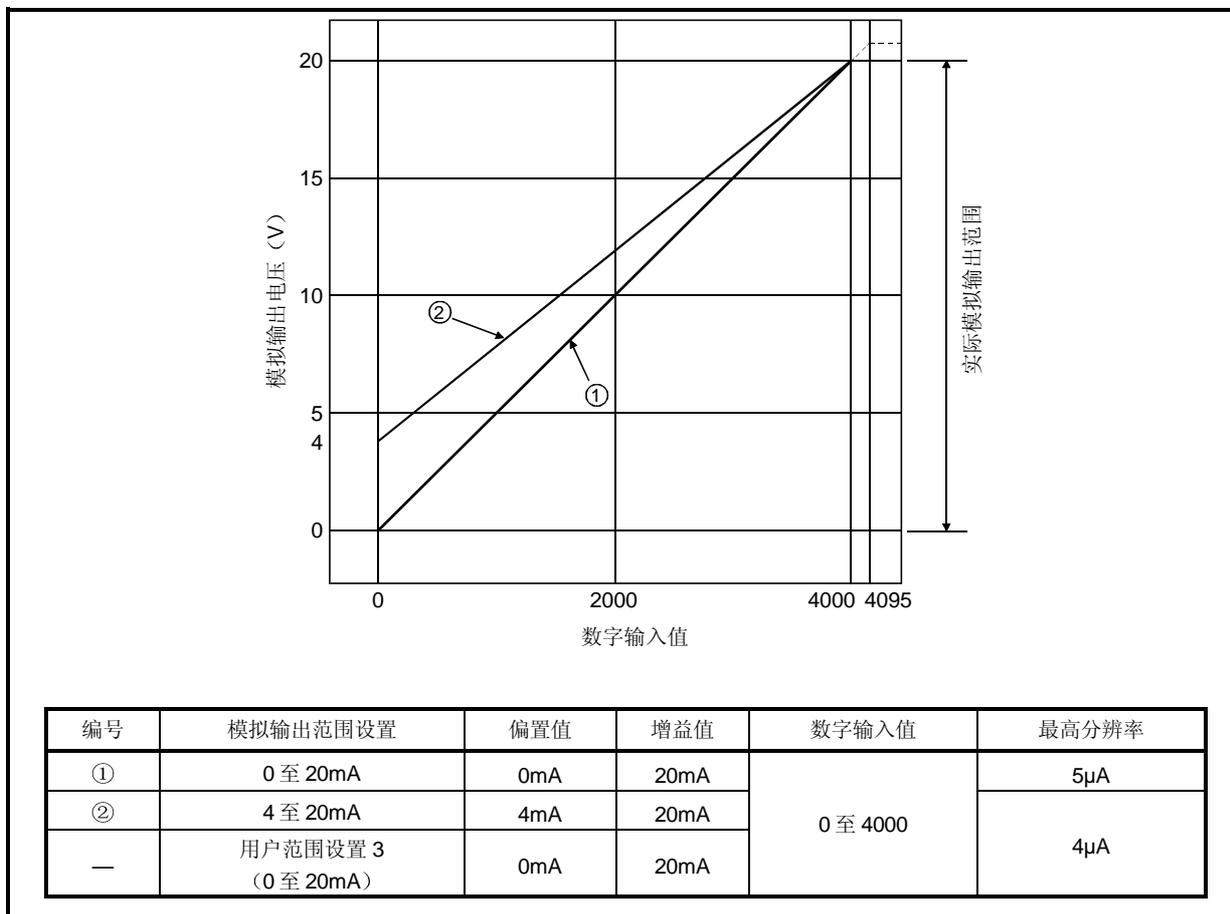

图 3.2 电流输出特点
- (1) 在每个输出范围的数字输入和模拟输出范围内，最高分辨率和精度都在性能规格范围之内。但是，超出那些范围，它们就不再在性能规格范围之内。（不要使用图 3.2 中的虚线部分。）
- (2) 在满足下列条件的范围内设置用户范围设置的偏置值和增益值：